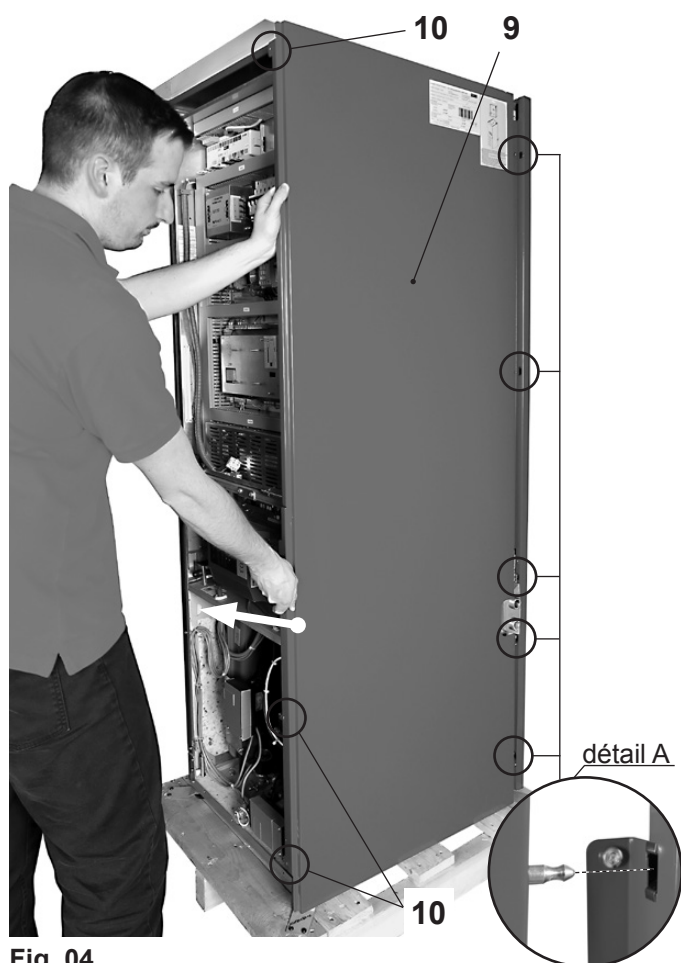

Fig. 04
4. Démontez les habillages latéraux (9, Fig. 04) à gauche et à droite
- Retirez les vis de fixation (10) à gauche et à droite